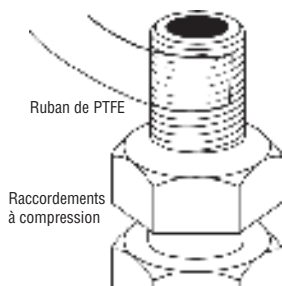

Figure 3
3. Enrouler une longueur de ruban de PTFE de 7,6 cm (3 po) de gauche à droite (dans le sens des aiguilles d'une montre) autour du filetage de 3/8 MNTP des raccords. Bien resserrer afin qu'il épouse le filetage du raccordement et recouvre environ 1,3 cm (1/2 po) (figure 3). **Ne pas entourer les raccords à compression de 3/8 po ou de 1/2 po de ruban.**